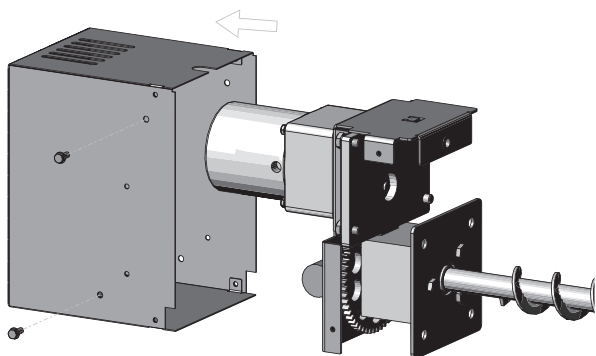

Fig. 118
- ▶ Rimuovere la copertura del motore – Fig. 118.